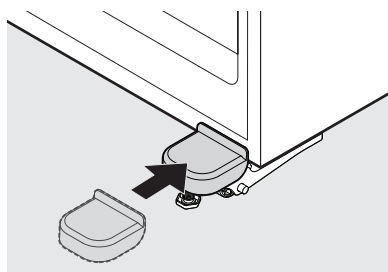

Figure 7
18. Réinstallez le couvercle de la charnière en repliant délicatement les languettes du couvercle vers l'extérieur tout en faisant glisser le couvercle par-dessus la charnière jusqu'à ce qu'il s'enclenche (voir figure 7).